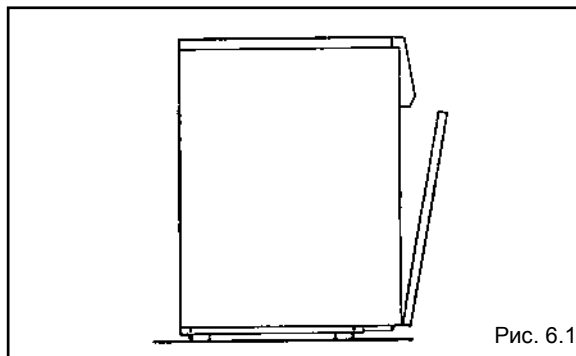

Рис. 6.1
- снимите переднюю панель бойлера (рис. 6.1);